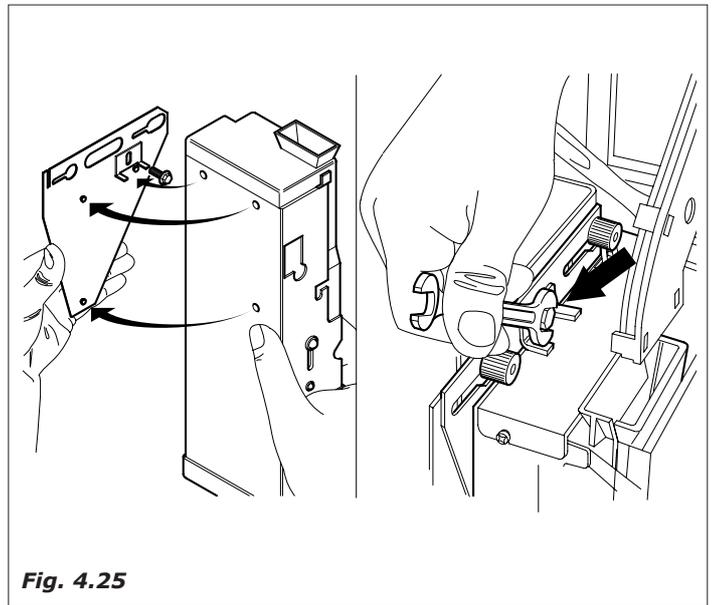

Fig. 4.25
- colocar el monedero en el soporte (Fig.4.25)